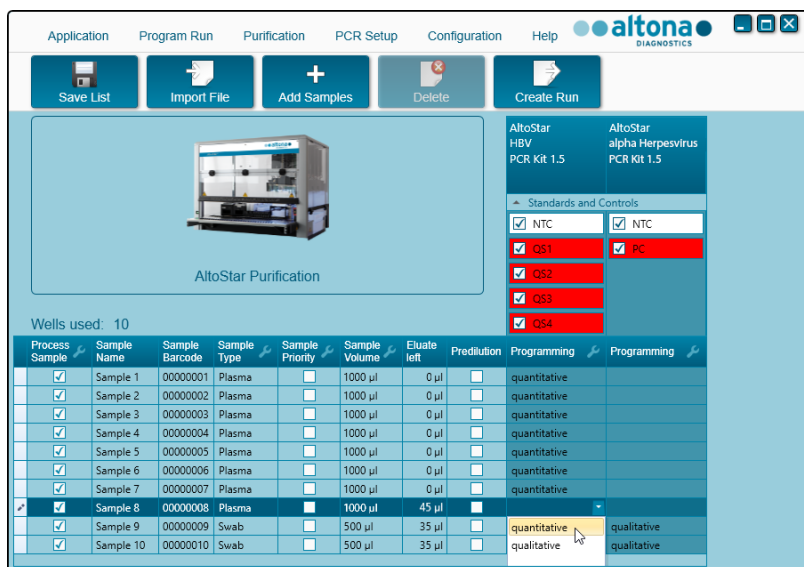

Figura 6: Pantalla de programación: asignación de ensayos PCR
10. Asigne el ensayo del kit AltoStar® HBV PCR Kit 1.5 a muestras específicas haciendo clic en la celda que esté en la fila de la muestra respectiva y en la columna del kit **AltoStar® HBV PCR Kit 1.5** (consulte la Figura 6).
- Por encima de la tabla en la pantalla de programación (consulte la Figura 6), aparece **Wells used** (pocillos utilizados), que muestra el número de pocillos de AltoStar® Processing Plate (placa de procesamiento) necesarios para procesar las muestras marcadas actualmente en la columna **Process Sample** (muestra de proceso).